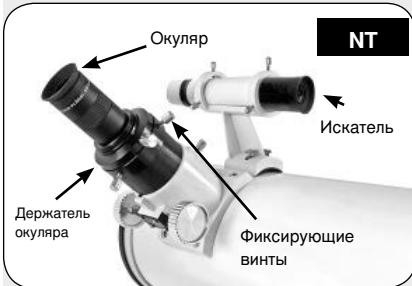

Рис. 10a: Вставьте окуляр в держатель окуляра и затяните фиксирующие винты
10. Вставьте окуляр. Для моделей NT – рис. 10a. Снимите пылезащитную крышку с держателя окуляра на модуле фокусера. Уберите пылезащитную крышку в футляр и наденьте ее обратно после окончания работы. Открутите винты окуляра (1, рис. 1a) и установите комплектный окуляр 25 мм (3, рис. 1a) в держатель окуляра. Для моделей AR – рис. 10b. Снимите пылезащитную крышку с держателя окуляра на модуле фокусера. Уберите пылезащитную крышку в футляр и наденьте ее обратно после окончания работы. Открутите винты окуляра (1, рис. 1b) и вдвиньте диагональную призму в держатель и затяните винты без усилия. Вставьте комплектный окуляр 25 мм (3, рис. 1b) в диагональную призму. Затяните винты держателя без усилия, чтобы закрепить окуляр на месте.